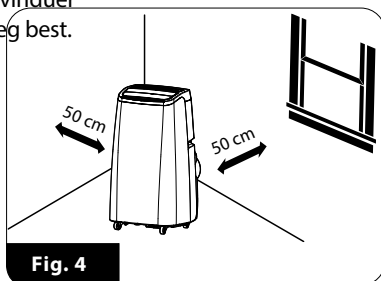

Fig. 4
5. Plasser klimaanlegget på sin endelige plass, mens du holder en avstand på minst 50 cm med ledig plass rundt enheten (fig. 4).
6. Installer den ytre kopligen (16) på den andre enden av utløpsrøret (15) i vinduet ved å bruke monteringssettet som følger med. Du kan bruke monteringssettet for skyvevinduer eller vippevinduer, alt avhengig av hva som passer deg best.